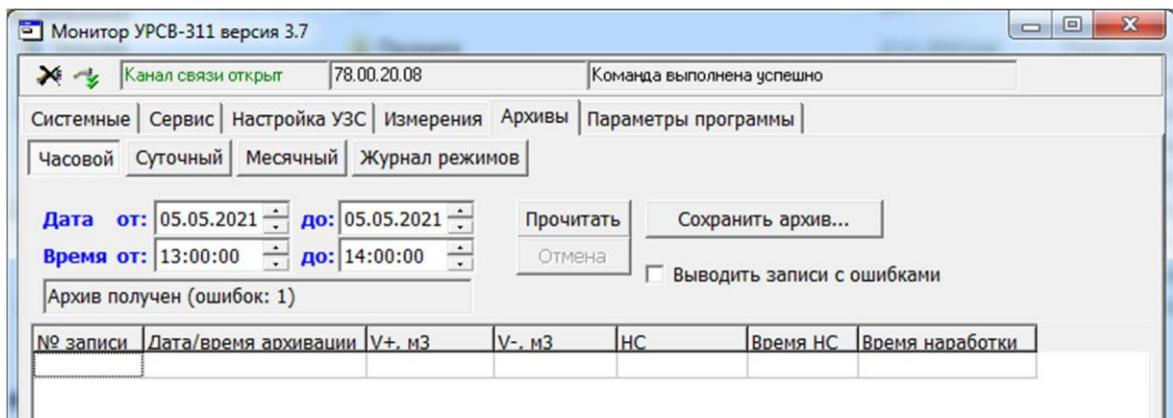

Рис.12. Вид вкладки «Архивы».
Текущее состояние расходомера (наличие / отсутствие нештатных ситуаций) индицируется на вкладке «Измерения» в поле «Нештатные ситуации» (рис.12).
4.1.5. Для считывания архивных данных необходимо перейти на вкладку «Архивы» (рис.12), выбрать вид архива (часовой, суточный или месячный), установить требуемый интервал в полях «Дата» и «Время» и нажать кнопку «Прочитать».